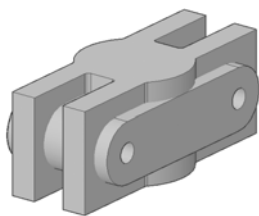

图 19-15 将两个实体移动到一起
4) 使用移动命令“move”将两个实体移动到一起, 如图 19-15 所示。移动时对于命令提示“指定基点”和“指定第二个点”都利用对象捕捉“捕捉到中点”, 捕捉实体的前面所画直线的中点。